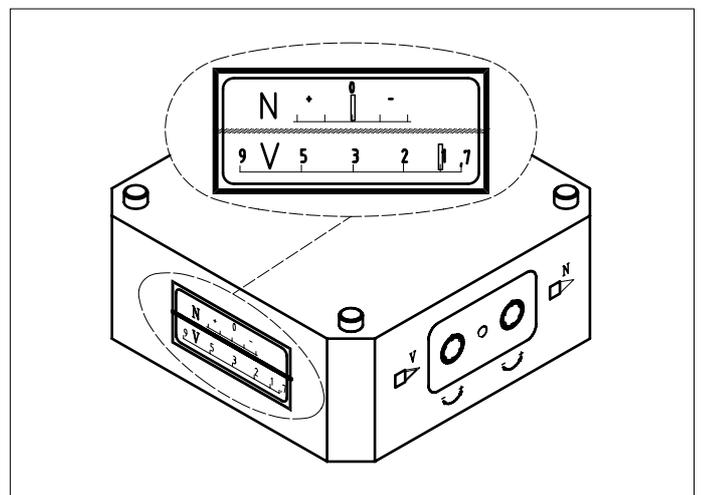

Bild 15 N- und V-Regler.
7. Überprüfung der Voreinstellungen der V- und N-Regler pro Modul (*Bild 15*):
16. Messen Sie den CO2-Gehalt im Abgas, in der Abgasleitung direkt über dem Kessel. Vergleichen Sie den Messwert mit dem Wert auf dem Klebeschild auf dem Kessel. Wenn der Messwert vom Tabellenwert abweicht, kann dieser durch Verstellen des V-Reglers (*Bild 15*) angepasst werden; dieser V-Regler ist auf dem Gas-kombinationsventil angeordnet.
17. Schalten Sie den Kessel auf Teillast, indem Sie mit der '▼'-Taste zur Wahlmöglichkeit 2 'Zur min. Leistung' springen und die Auswahl mit der '↵'-Taste bestätigen. Messen Sie das CO2-Gehalt und vergleichen Sie diesen Wert mit dem Tabellenwert. Falls dieser Wert um mehr als die in der Tabelle angegebene Toleranz vom Sollwert abweicht, kann dieser Wert angepasst werden, indem der auf dem Gaskombinationsventil angeordnete N-Regler (*Bild 15*) verdreht wird. Wenn beim Verdrehen des N-Reglers das CO2-Gehalt dem Tabellenwert gleich ist oder zumindest in den Toleranzbereich fällt, gehen Sie zur Kontrolle folgendermassen vor: